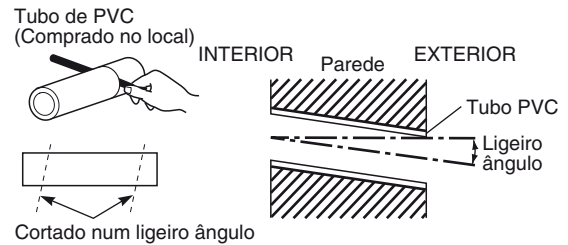

Fig. 3-17
- (9) Meça a espessura da parede de dentro para fora, e corte o tubo PVC num pequeno ângulo para ajustamento. Insira o tubo PVC na parede. (Fig. 3-17)